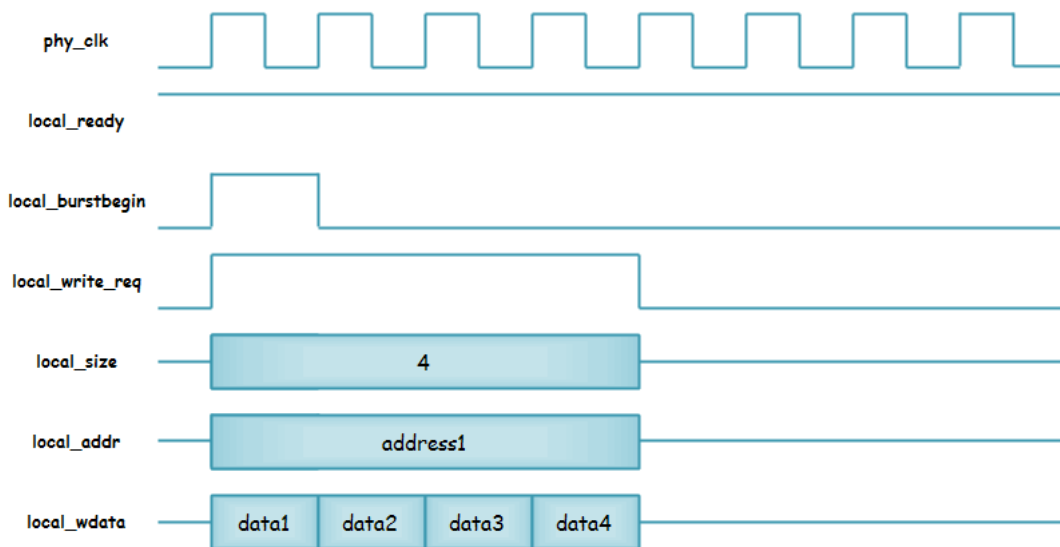

图 16 四个数据写取操作时序
③ 如图 16 所示，正常 4 个数据的 burst 写操作。默认情况下，`local_addr` 设定的是写入的首个数据对应的地址，随后每次写入数据后地址自动递增。